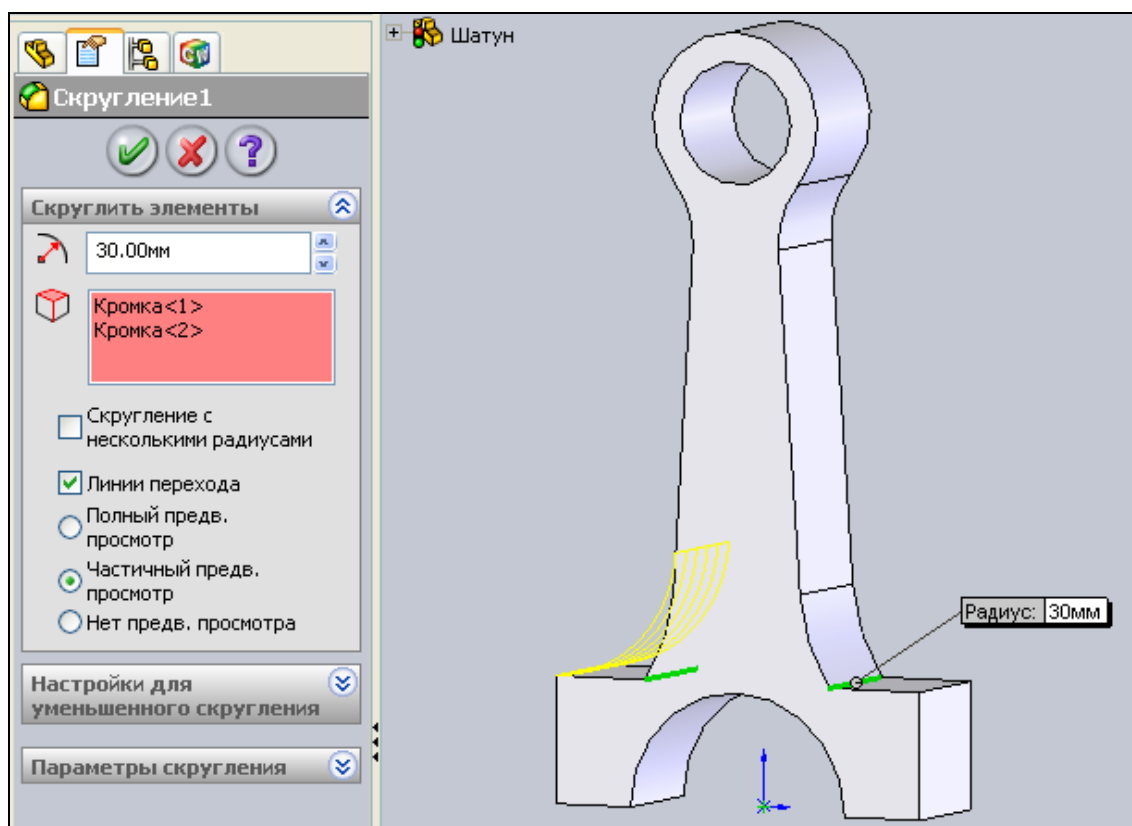

Рис. 2.27. Создание скругления
4. Для придания прочности в кривошипной головке шатуна добавим скругление на кромку, образованной на стыке стержня шатуна и кривошипной головки (рис. 2.27). Вызовите команду  — **Скругление** из панели инструментов **Элементы** или из главного меню **Вставка | Элементы | Скругление**.
Откроется диалоговое окно **Скругление** (рис. 2.27), в котором укажите кромки, которые требуется скруглить, задайте радиус скругления (например, 30 мм) и нажмите кнопку **ОК** .